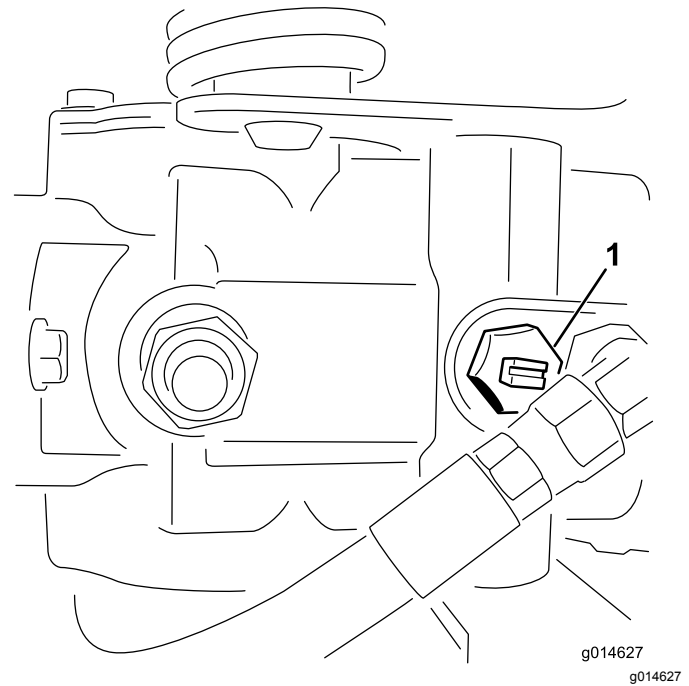

Рисунок 22
2. Перед запуском двигателя закройте перепускной клапан, повернув его так, чтобы паз был горизонтален (Рисунок 22). Не запускайте двигатель при открытом клапане.
1. Найдите на насосе перепускной клапан и поверните его так, чтобы паз был вертикален (Рисунок 22).